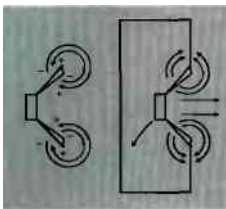

Рис. 1
Первая функция — это блокирование эффекта акустического „короткого замыкания“, возникающего **из-за** сложения в пространстве акустических колебаний, возбуждаемых передней и задней поверхностями диффузора и, естественно, противофазных (см. рис. 1).
**И. А.** То есть (рис. 1), помимо наличия „разделителя“ надвое акустического **пространства**, препятствующего акустическому короткому замыканию, „задний объем“ в корпусе тоже должен **быть** немалым, хотя бы настолько, чтобы головка не ощущала на себе упругого воздействия содержащегося в этом объеме воздуха. **Те** аудиобютилы, воспаленные воображением которых уже посетила мысль вмонтировать головку в стену между **комнатами**, наиболее близки к идее infinite baffle. **Ведь** на заре электроакустики широко применялись свернутые **„бесконечные“** экраны, то есть коробки без задней стенки. Если их габариты соизмеримы с четвертьволновым **отрезком**, то короткое замыкание они устраняют вполне приемлемо, хотя **уже**, конечно, не полностью. Итак, запомним две особенности бесконечного экрана: полное предотвращение акустического короткого замыкания и полное отсутствие акустического демпфирования, то есть ситуация, при которой диффузор не чувствует за собой замкнутого **объема**.
К. К. Итак, как мне думается, если снижать частоту сигнала, подаваемого на АС, то по мере приближения к резонансу «отдача» диффузора будет падать, а трубы — расти (рис. 1).
К. К. Нередко приходится слышать о том, что причина этого явления в «сложении акустических волн, излученных передней и задней поверхностями диффузора». Кстати, как раз получается 3 дБ. Утверждение это дважды неверно. Во-первых, никаких волн там нет. Волны есть там, где  $L > \lambda/2$ , то есть на ВЧ и СЧ. А во-вторых (как видно из рис. 1), на резонансе диффузор почти стоит, излучение его передней стороны мизерно, и говорить о каком-то «сложении», конечно, не приходится.
Рис. 1. Типичные АЧХ фазоинверсной системы при реализации аппроксимаций по Чебышеву (1), Баттерворту (2) и квартервейву (3) (рис. а) и соответствующие им нормированные амплитуды колебаний диффузора (рис. б). Ясно, что там, где у диффузора «провал», у трубы — пик, тем более острый, чем острее провал у диффузора ( $f_B$  — собственная резонансная частота головки в отсутствие акустического оформления)